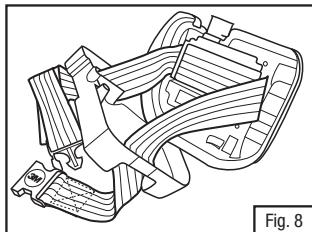

Fig. 8
3. Entrelace el cinturón a través de las ranuras en la cubierta posterior y coloque la cubierta trasera en el ensamblado. (Fig. 8).